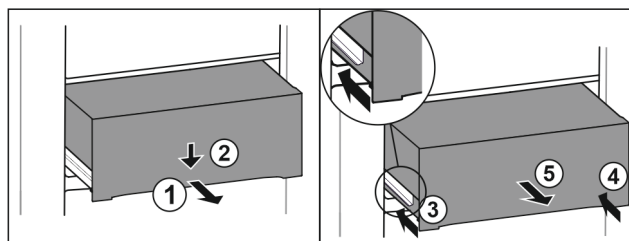

Fig. 114
- ▶ Wyciągnąć szufladę do połowy. Fig. 114 (1)
- ▶ Popchnąć szufladę z przodu w dół. Fig. 114 (2)
- ▶ Wsunąć lewą szynę o ok. 2 cm. Fig. 114 (3)
- ▶ Wsunąć prawą szynę o ok. 2 cm. Fig. 114 (4)
- ▶ Wyjąć szufladę do przodu. Fig. 114 (5)